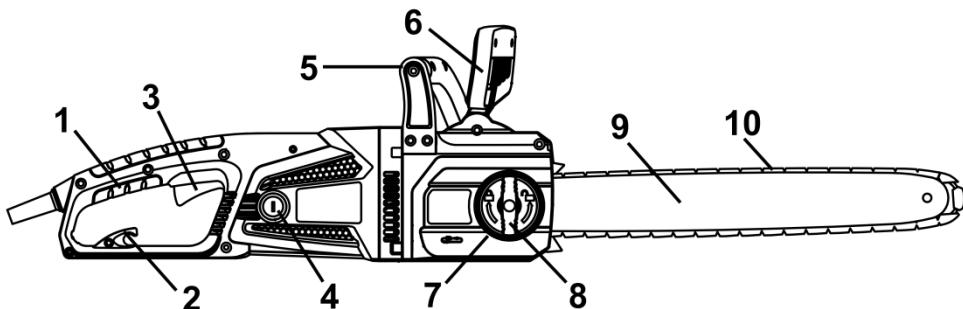

Рисунок 1
4.1.1 Для увімкнення виробу натисніть на кнопку блокування від випадкового вимикання (розташована з лівого боку основної рукояті), а потім на важіль перемикача (3) (рисунок 1). Для відключення виробу слід важіль відпустити.